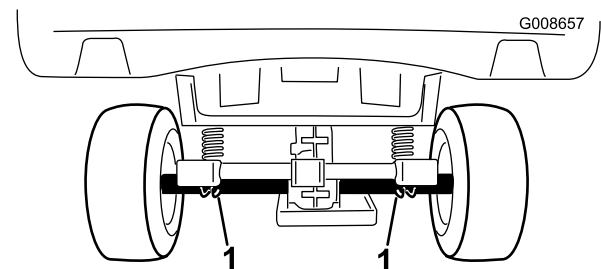

Bild 22
- Die hintere Hebestelle der Maschine befindet sich unter den Achsrohren (Bild 22).